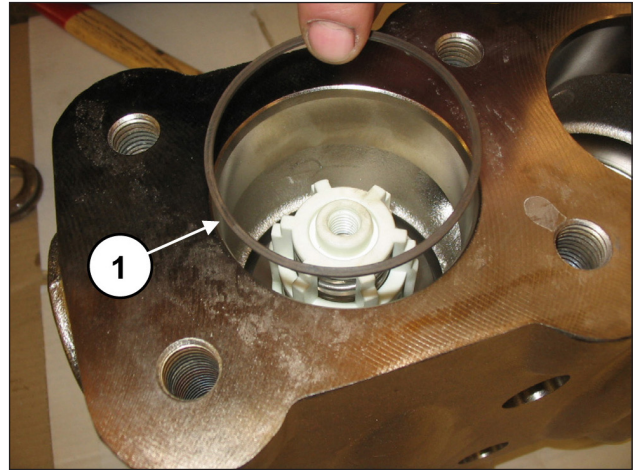

Fig. 120
Insérer la bague anti-extrusion, rep. vue éclatée 18 (rep. ①, Fig. 120).